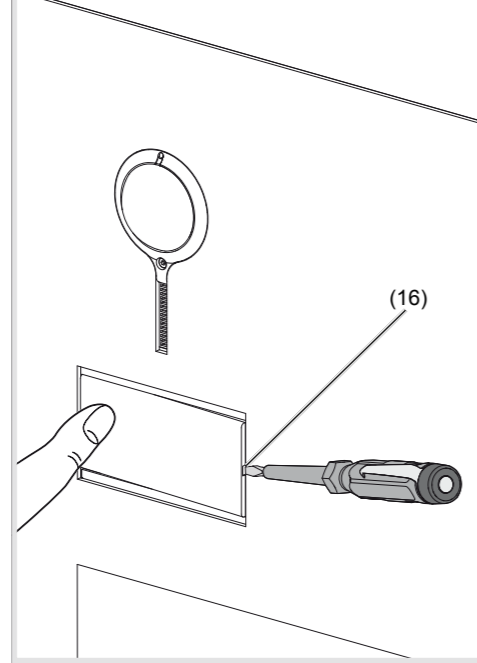

Bild 3: Namensschild Abdeckung lösen
- Auf der gegenüberliegenden Seite wird die Hebelöffnung (16) für einen Schraubendreher zugänglich.
- Schraubendreher in der Hebelöffnung (16) ansetzen und Arretierung lösen (Bild 3).